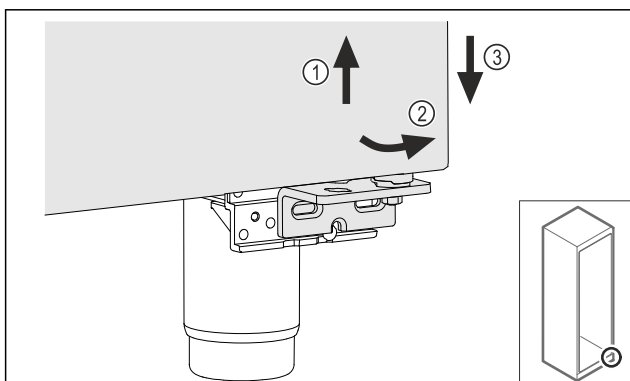

Fig. 24
- Tür leicht anheben Fig. 24 (1), unten nach vorne kippen Fig. 24 (2) und absenken Fig. 24 (3).